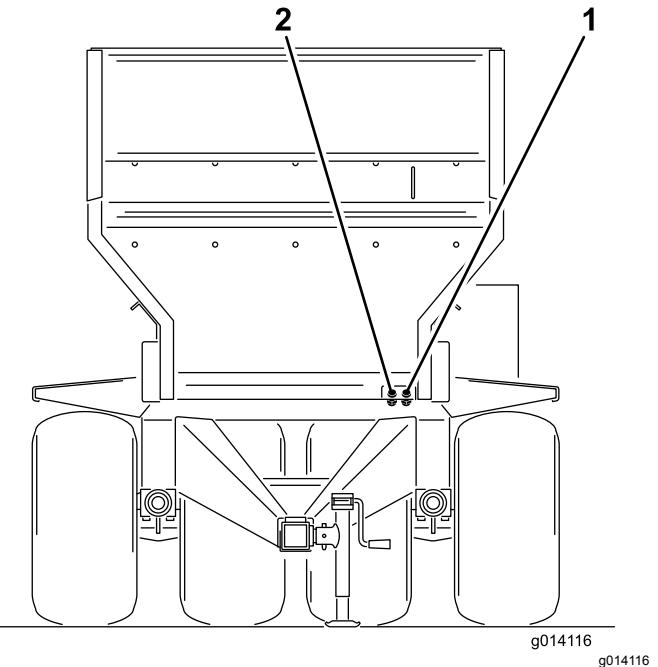

Figure 20
- Raccordez les deux flexibles hydrauliques de la machine au véhicule tracteur. Placez-vous devant la machine et raccordez le flexible droit au côté pression et le flexible gauche au côté retour (Figure 20). Le flexible de retour est muni d'un clapet antiretour unidirectionnel en ligne. La flèche sur le clapet antiretour doit être dirigée vers le raccord de retour du véhicule tracteur.